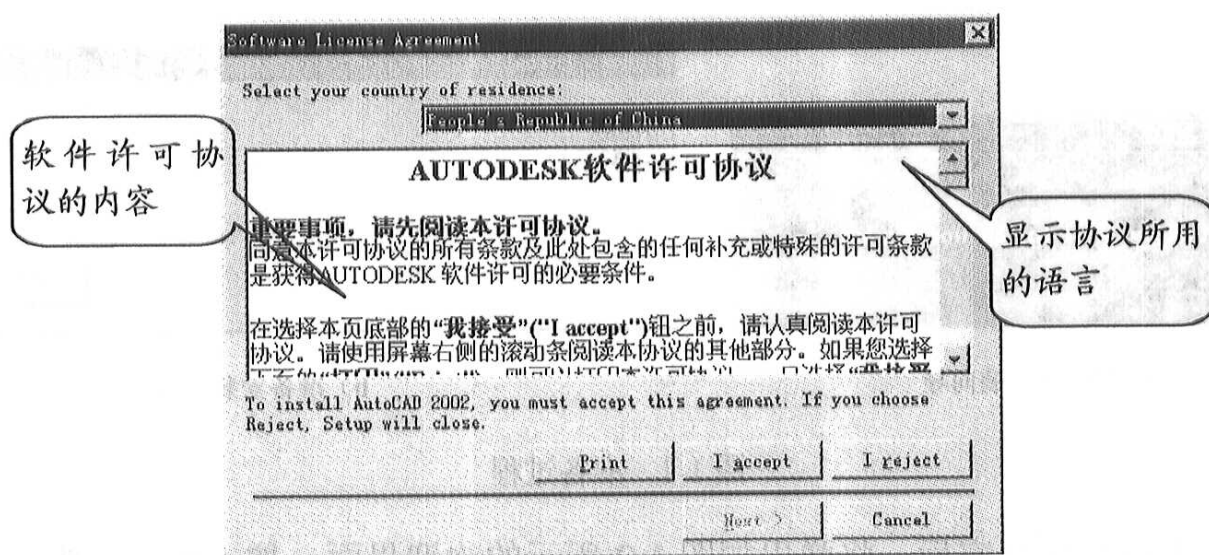

图 1-3 软件许可协议对话框
4) 安装程序弹出如图 1-3 所示的 Software License Agreement (软件许可协议) 对话框, 单击“I accept”按钮后, 再单击“Next”按钮进入下一步。